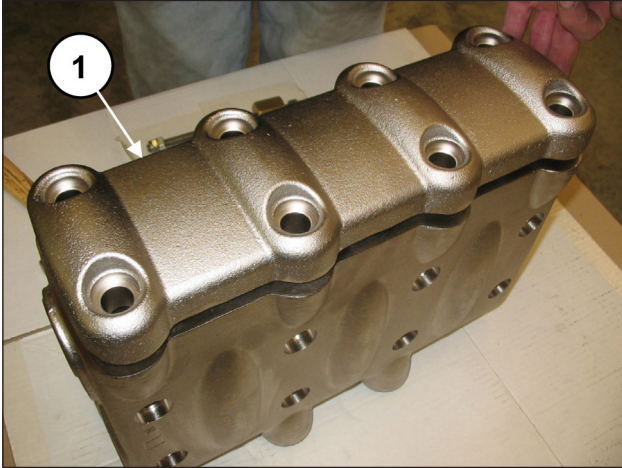
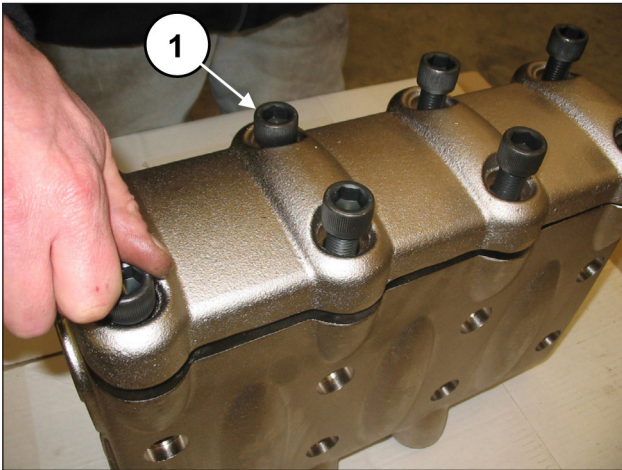

Fig. 105
Fig. 106
Après avoir monté les groupes soupape et le bouchon de la soupape, poser le couvercle des soupapes (rep. ①, Fig. 105) et serrer les 8 vis M16x55 (rep. ①, Fig. 106).